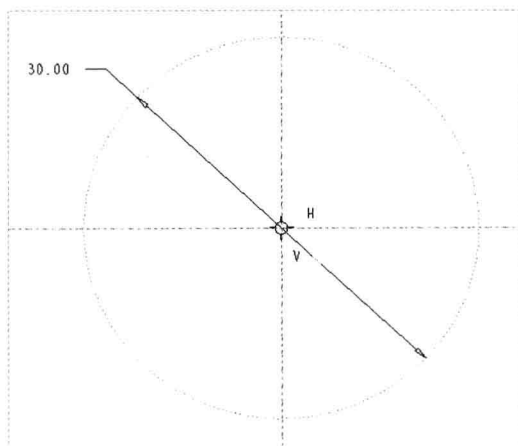

图 13-43 将圆转为构造圆
Step 03 在绘图区选择圆,单击鼠标右键,在弹出的快捷菜单中选择“构造”命令,将圆转为构造圆,如图 13-43 所示。